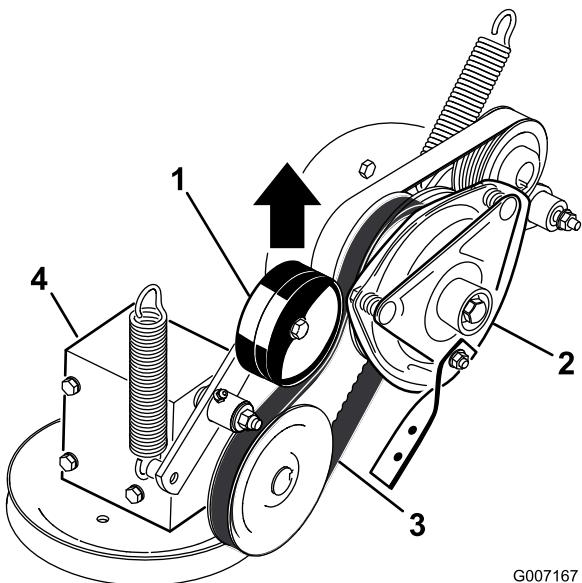

Figure 61
4. Tirez sur la poulie de tension rappelée par ressort de la courroie d'entraînement de PDF et déposez la courroie de la poulie d'embrayage (Figure 61).
16. Tirez sur la poulie de tension rappelée par ressort de la courroie d'entraînement de PDF et placez la courroie sur la poulie d'embrayage (Figure 61).